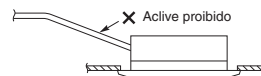

Fig. 3-13
- Não instale o tubo com um acive desde a abertura de ligação. Isso fará que a água de drenagem flua de volta e vaze quando a unidade não estiver a funcionar. (Fig. 3-13)